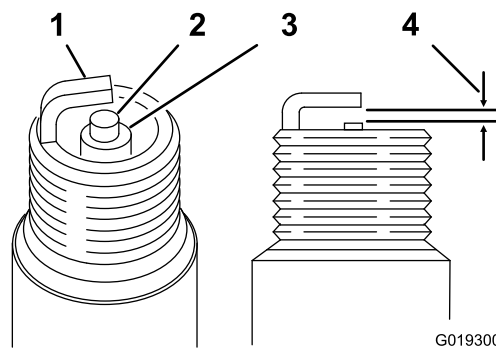

Figure 45
4. Réglez l'écartement des électrodes centrale et latérale de chaque bougie à 0,76 mm ; voir Figure 45. Montez les bougies avec l'écartement correct et un joint d'étanchéité, et serrez-les à 22 N m.